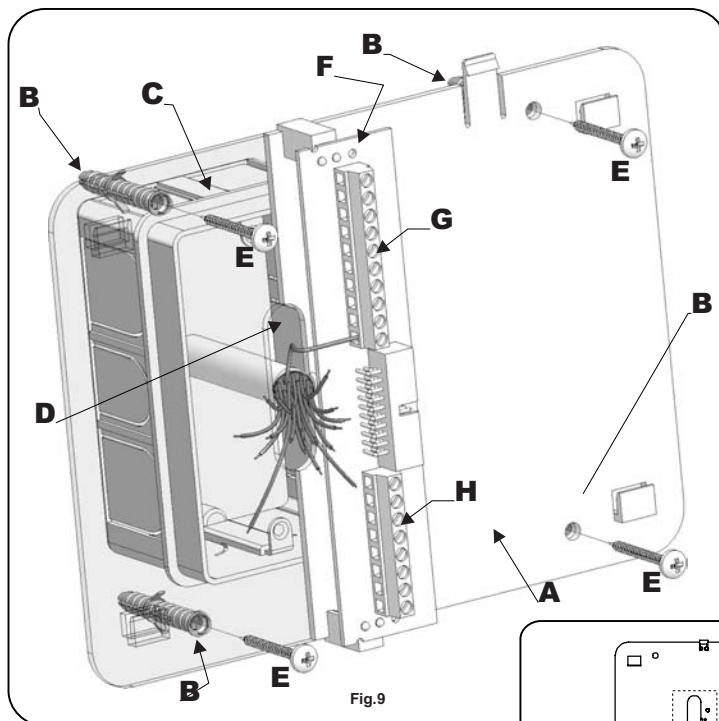
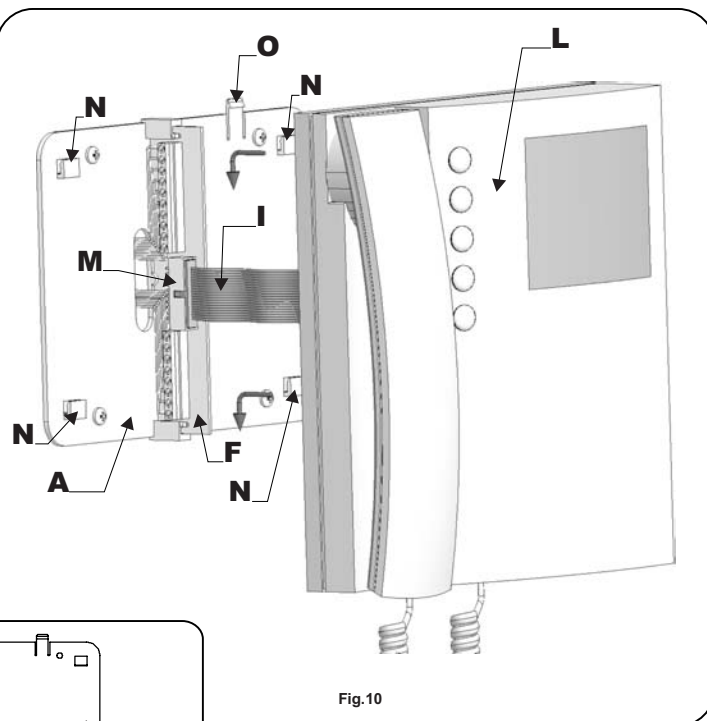

Fig. 9
Fig. 10
- Appoggiare al muro la piastra di fissaggio **A** come indicato in **fig.11** (135cm da terra); prendere i riferimenti dei quattro fori per l'inserimento dei 4 tasselli ad espansione **B** (**fig.9**) e, nel caso si impieghi, prendere il riferimento per la scatola da incasso **C** (**fig.9**), che dovrà essere murata in posizione centrale rispetto all'apertura **D**, al fine di agevolare il passaggio dei fili come mostrato in **fig.9**.
- Murare (se impiegata) la scatola da incasso⁽¹⁾ **C**, eseguire i 4 fori ed inserire i tasselli ad espansione **B**. Passare i cavi nell'apertura **D** e fissare la piastra **A** con le 4 viti **E** (**fig.9**), utilizzando un cacciavite a croce.
- Appoggiare la scheda di connessione **F** sulla piastra **A** come mostrato in **fig.9**; inserire⁽²⁾ i fili (che devono essere più corti possibile) nelle morsettiere **G** ed **H** e serrare con un cacciavite a taglio.
- Fissati i fili, sfilare la scheda di connessione **F** (**fig.9**), ruotarla di 90° in senso antiorario ed infilarla nella propria sede come mostrato in **fig.10**.
- Avvicinare, come da **fig.10**, il videocitofono **L** alla piastra **A** per agevolare la connessione del flat **I**.
- Come mostrato in **fig.10** inserire il connettore del flat **I**, che fuoriesce dalla parte posteriore del videocitofono, nel connettore **M** della scheda di connessione **F**.
- Facendo corrispondere le 4 fessure presenti sulla base del videocitofono **L** con i 4 incastri **N** della piastra **A**, appoggiare il video sulla piastra e spingerlo verso il basso fino allo scatto, compiendo un movimento come mostrato dalle frecce in **fig.10**.
- Place the mounting plate **A** against the wall as shown in **fig.11** (135cm from floor level); and mark the fixing holes for the four wall plugs **B** (**fig.9**) and for the back box **C** if used (**fig.9**) which must be flushed into the wall in line with the opening **D** as shown in **fig.9**.
- Once the back box⁽¹⁾ **C** is flushed into the wall (if used), drill the four fixing holes and insert the wall plugs **B**. Thread the cables through the opening **D** and fix the mounting plate **A** to the wall with the 4 screws **E** (**fig.9**), using a Philips screwdriver.
- Fit the PCB **F** against the mounting plate **A** as shown in **fig.9**; insert the wires⁽²⁾ (As short as possible) into terminals **G-H**. Secure them using a terminal screwdriver.
- Unclick the PCB **F** (**fig.9**), rotate it 90° anticlockwise and fit it into its housing as shown in **fig.10**.
- As shown in **fig.10**, move the videophone **L** close to the mounting plate **A** so that the ribbon cable will reach the connector **I**.
- As shown in **fig.10**, connect the female plug on the ribbon cable **I** coming from the videophone to the male plug connector **M** on the PCB **F**.
- Place the videophone **L** against the 4 hooks **N** on the mounting plate **A** and push down: the videophone will automatically lock into place using clasp **O** as shown in **fig.10**.